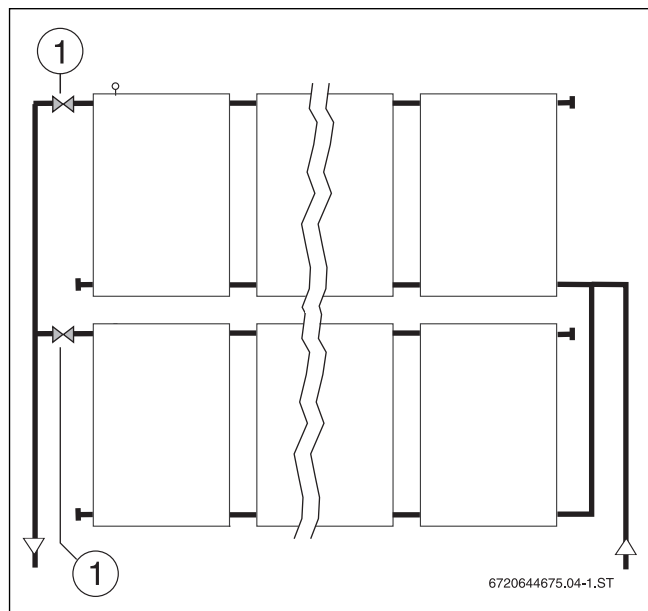

Fig. 73 Lavaggio di campi di collettori collegati in parallelo
- Nella mandata montare valvole d'intercettazione resistenti al glicole alle temperature (→ fig. 73, [1]).